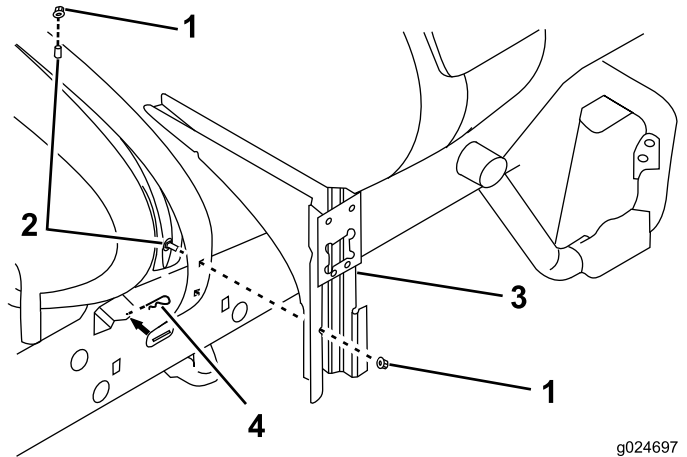

Figura 10
2. Instale 2 pernos de cuello cuadrado en el fleje derecho del depósito (Figura 10).
4. Monte el soporte de la válvula en los pernos de cuello cuadrado instalados anteriormente con 2 tuercas con arandela prensada (Figura 10).